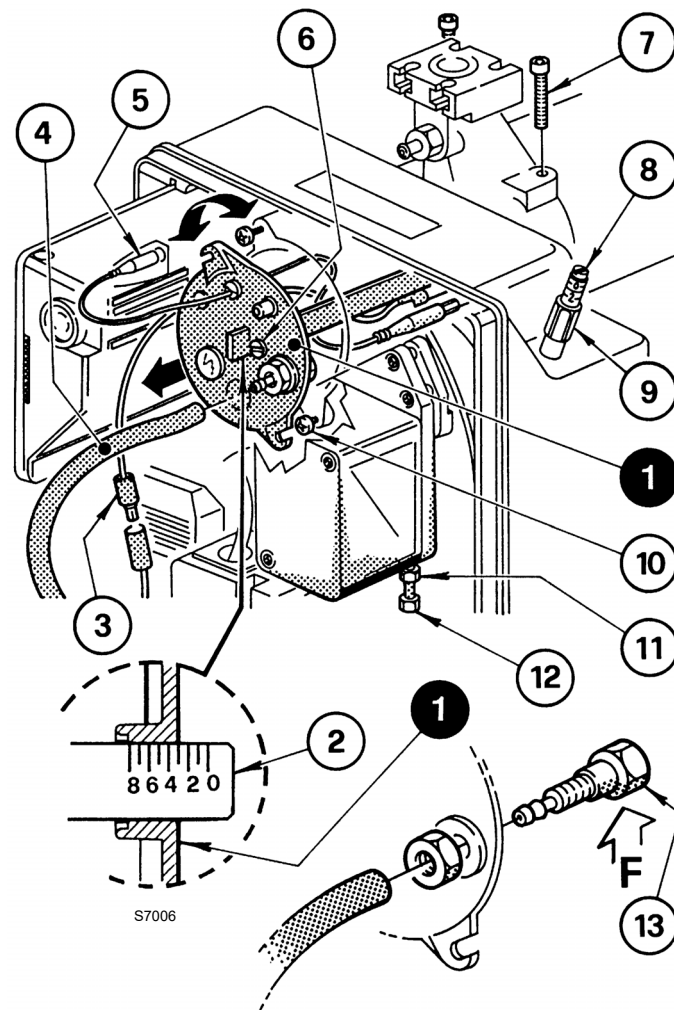

Рис. 12
Регулировка осуществляется путем вращения по или против часовой стрелки регулировочного винта 6)(Рис. 12), пока риска на регулировочной планке 2) не совпадет с внешней плоскостью узла головки 1).
На Рис. 12 регулировочная планка головки откалибрована на метку 3.
- отсоедините подсоединения 3) и 5)(Рис. 12);
- выньте трубку 4) и ослабьте винты 10)(Рис. 12);
- открутите и снимите винты 7), выньте узел держателя головки 1)(Рис. 12), слегка повернув ее при этом вправо.
Не рекомендуется изменять регулировочное положение кронштейна относительно колена 2)(Рис. 12) на этапе демонтажа.
Выполните монтаж в обратном порядке, устанавливая узел головки 1)(Рис. 12) в исходные положения.
Закрутите винты 7)(Рис. 12), не затягивая их до упора. Затяните их моментом затяжки 3 - 4 Нм.
В случае случайного ослабления штуцера для замера давления 13)(Рис. 12), закрепите должным образом крепление, удостоверившись, что отверстие (F) с внутренней стороны головки 1)(Рис. 12) повернуто вниз.